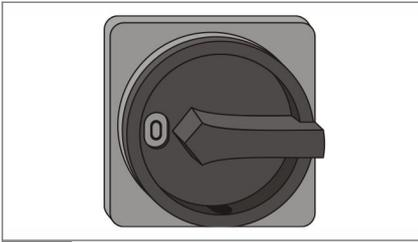

Abb. 4 Hauptschalter
01. Energieversorgung abschalten. Dazu alle Hauptschalter **Abb. 4** in Stellung "0" drehen.